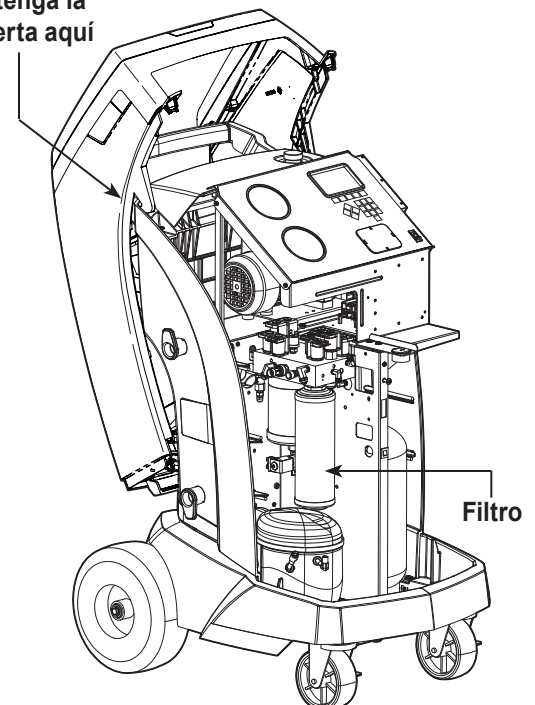

Figura 8
4. Cuelgue la cubierta en la parte posterior de la máquina como se muestra en la Figura 8.